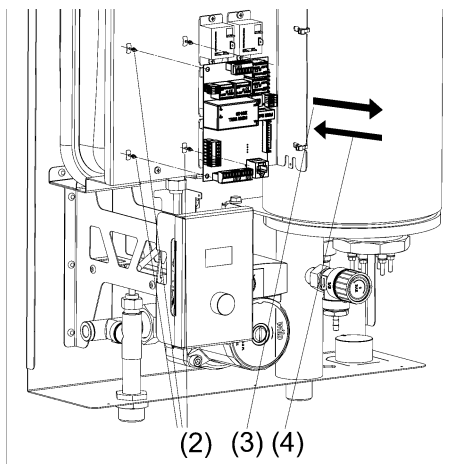

Рисунок 15. Замена платы контроллера
- (1) Отсоедините все провода и разъёмы от платы контроллера (см. рис. 15).
- (2) Демонтируйте плату контроллера (аккуратно нажмите на пластиковые держатели крепления платы и потяните плату на себя).
- (3) Извлеките плату контроллера.
- (4) Установите новую плату контроллера взамен прежней на пластиковые держатели.
- (5) Подсоедините все необходимые провода и разъёмы к новой плате контроллера.
- (6) Проверьте работоспособность новой платы – протестируйте прибор при разных режимах работы.